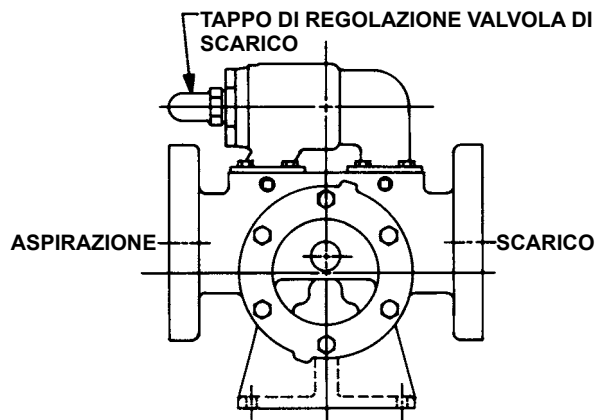

FIGURA 5
4. I tappi di regolazione a vite della valvola di scarico devono essere sempre diretti verso il lato di aspirazione della pompa. Se la rotazione della pompa viene invertita, rimuovere la valvola di scarico e invertirne i lati. **Figura 5.**